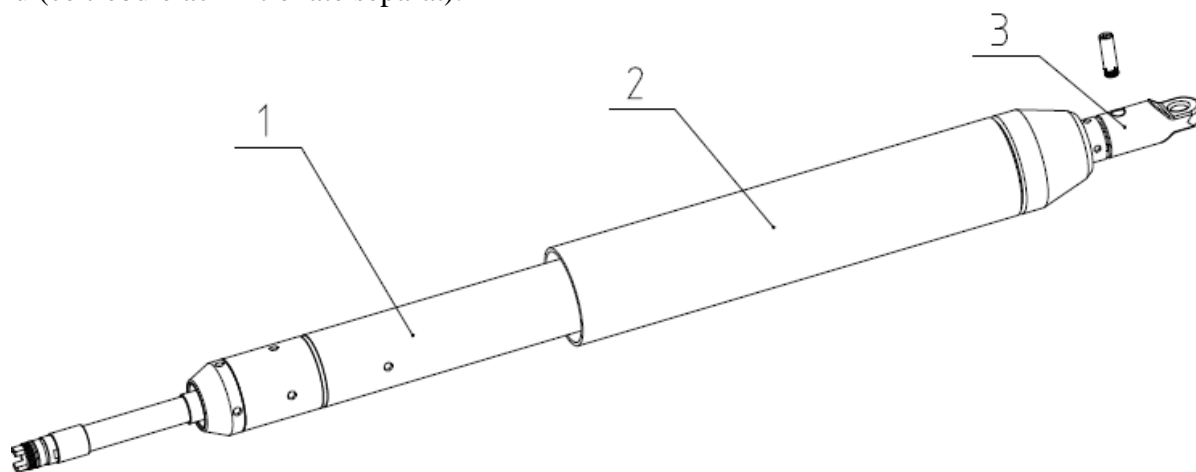

Figura 9.12.1
- n) Dati aerul afara usor prin deschiderea cu atentie a supapelor (6).
- o) Inchideti supapele (5).
- p) Pentru a sigila si lubrifia pistonul (2) puteti introduce putina apa prin supapa (6) in furtun (4).
- r) Inchideti supapa (6)
Pentru a obtine gauri de foraj mai largi cu instrumentele de largire (Figura 9.12.1), procedati in felul urmator: trebuie sa folositi racheta (1), expandorul (2), capatul de remorcare (3) si in plus un troliu si cablu (ce trebuie achizitionate separat).